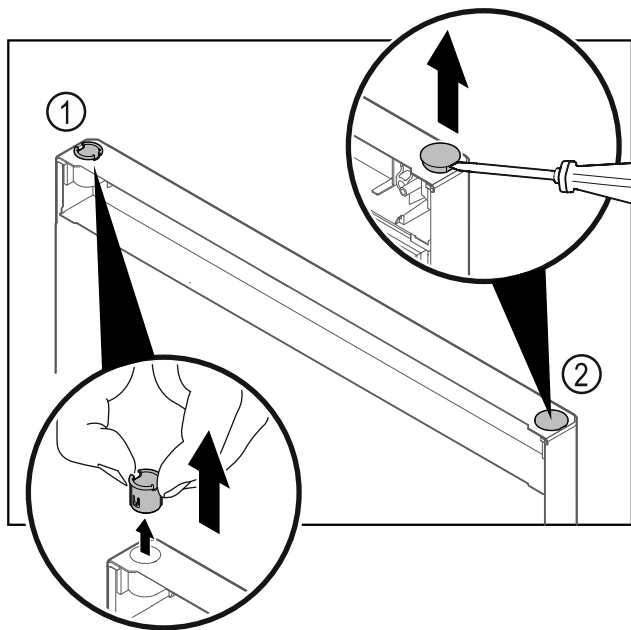

Fig. 28
- ▶ Húzza ki az ujjával a csuklópánt-perselyt Fig. 28 (1).
- ▶ A fedődugót Fig. 28 (2) egy csavarhúzóval óvatosan emelje meg és húzza ki.